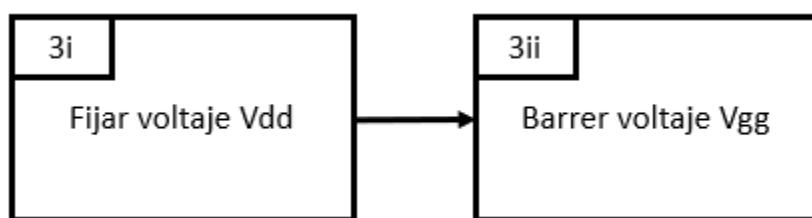

Figura 61. Diagrama a bloques de las funciones que realiza la parte del programa de medición de curvas cambiando V_{gg} (3).
Comparando el código de la figura 66 con el diagrama para la parte de **Medición de curvas cambiando el voltaje V_{gg} (3)** de la figura 61, cada una de las siguientes dos líneas de código corresponde a una función del bloque.